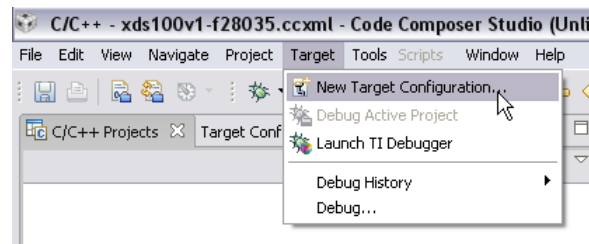

图 3. CCS 新目标配置
5. 单击“Target → New Target Configuration”（目标 → 新目标配置）（请见图 3）。